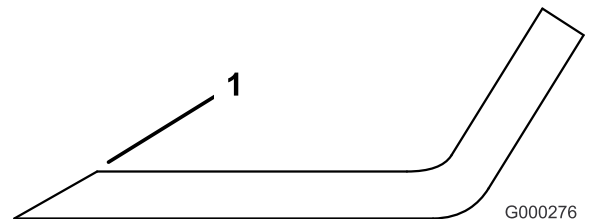

**Figura 86**
2. Examine cuidadosamente los extremos de corte de la cuchilla, sobre todo en el punto de reunión entre la parte plana y la parte curva de la cuchilla (Figura 86).
**Nota:** Puesto que la arena y cualquier material abrasivo pueden desgastar el metal que conecta las partes curva y plana de la cuchilla, compruebe la cuchilla antes de utilizar el cortacésped. Si la cuchilla está desgastada (Figura 86), cámbiela.